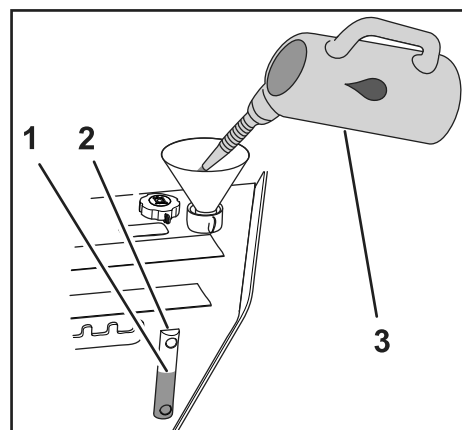

Figure 93
- Remplissez le réservoir de liquide hydraulique avec le liquide hydraulique spécifié jusqu'à ce que le niveau de liquide soit à mi-hauteur du viseur de niveau (Figure 93).
- Remettez le bouchon de remplissage/évent en place (Figure 93).